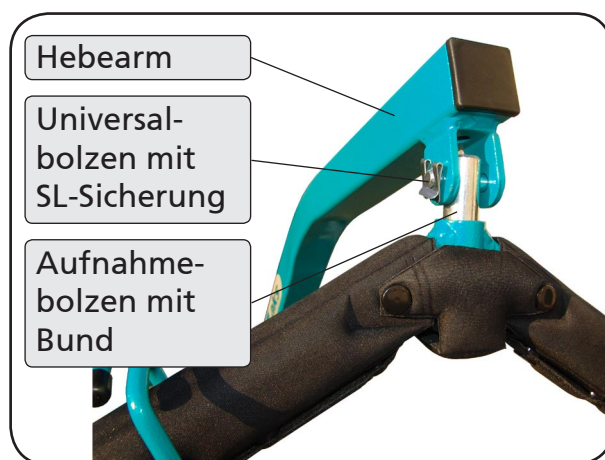

Abbildung 11
8. Stecken Sie den Aufnahmebolzen mit Bund von unten durch die Aufnahmehülse des Transportbügels. Befestigen Sie den Transportbügel mit dem eingesteckten Aufnahmebolzen, indem Sie ihn mit dem Universalbolzen am Hebearm verbinden und mit der SL-Sicherung gegen Lösen sichern (Abbildung 11).